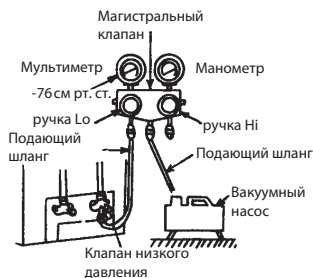

рис.9
3. Навесьте монтажные проушины внутреннего блока на верхние выступы задней панели и проверьте прочность крепления (как показано на рис. 9).